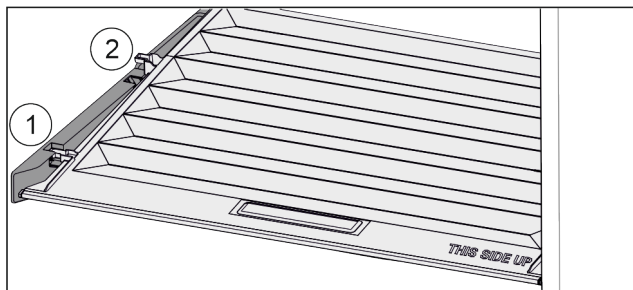

Fig. 97
- Veko potiahnite dopredu až k otvoru v prídržných dieloch Fig. 97 (1).
- Vzadu ho nadvihnite zospodu a zložte smerom nahor Fig. 97 (2).